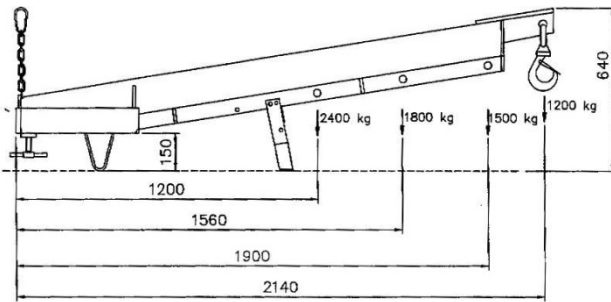

Abbildung 5.4 Kranarm starr
- Nun am Griff [C9] den Ausschub auf die vorher ermittelte Länge ausziehen. Hierzu die Bohrungen, wie in Abbildung 5.4 ersichtlich, abzählen.